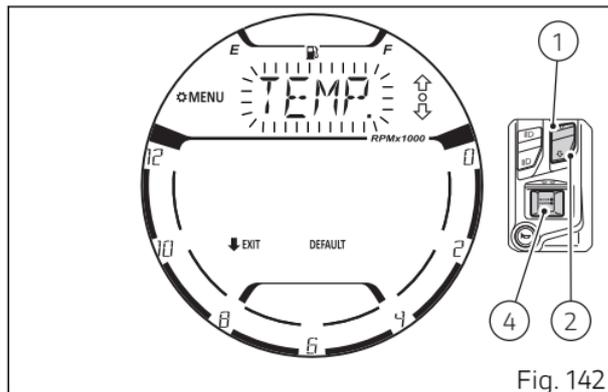

Fig. 142
Mediante los pulsadores (1) y (2) seleccionar el valor parpadeante "TEMP." (Fig. 142) y presionar el pulsador (4).
En alternativa con los pulsadores (1) y (2) es posible seleccionar la unidad de medida deseada haciéndola parpadear. Presionar el pulsador (4) para confirmar. Luego el display vuelve a visualizar la inscripción "TEMP." parpadeante (Fig. 142).